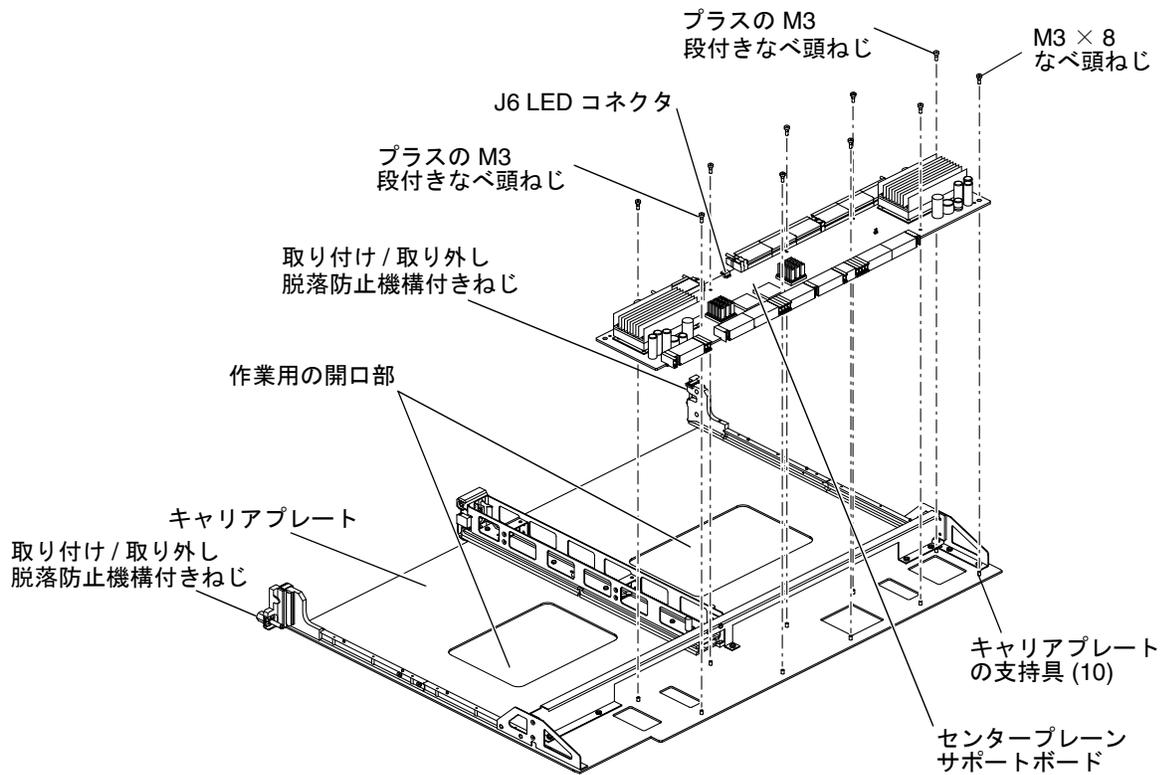

図 2-4 センタープレーンサポートボードおよびキャリアプレート
9. センタープレーンサポートボードをしっかりとつかんで持ち上げ、キャリアプレートの支持具から引き出します (図 2-4)。